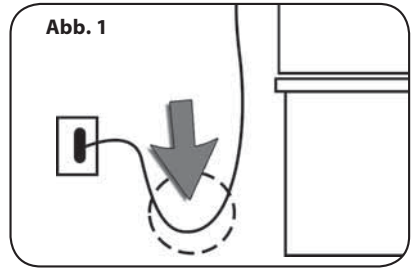

Abb. 1
- Die Stecker an das Stromnetz anschließen und hierbei eine Kabelschleife bilden, die tiefer als der Stecker liegt, um zu verhindern, dass Wassertropfen zum Stromnetz gelangen können (**Abb. 1**).